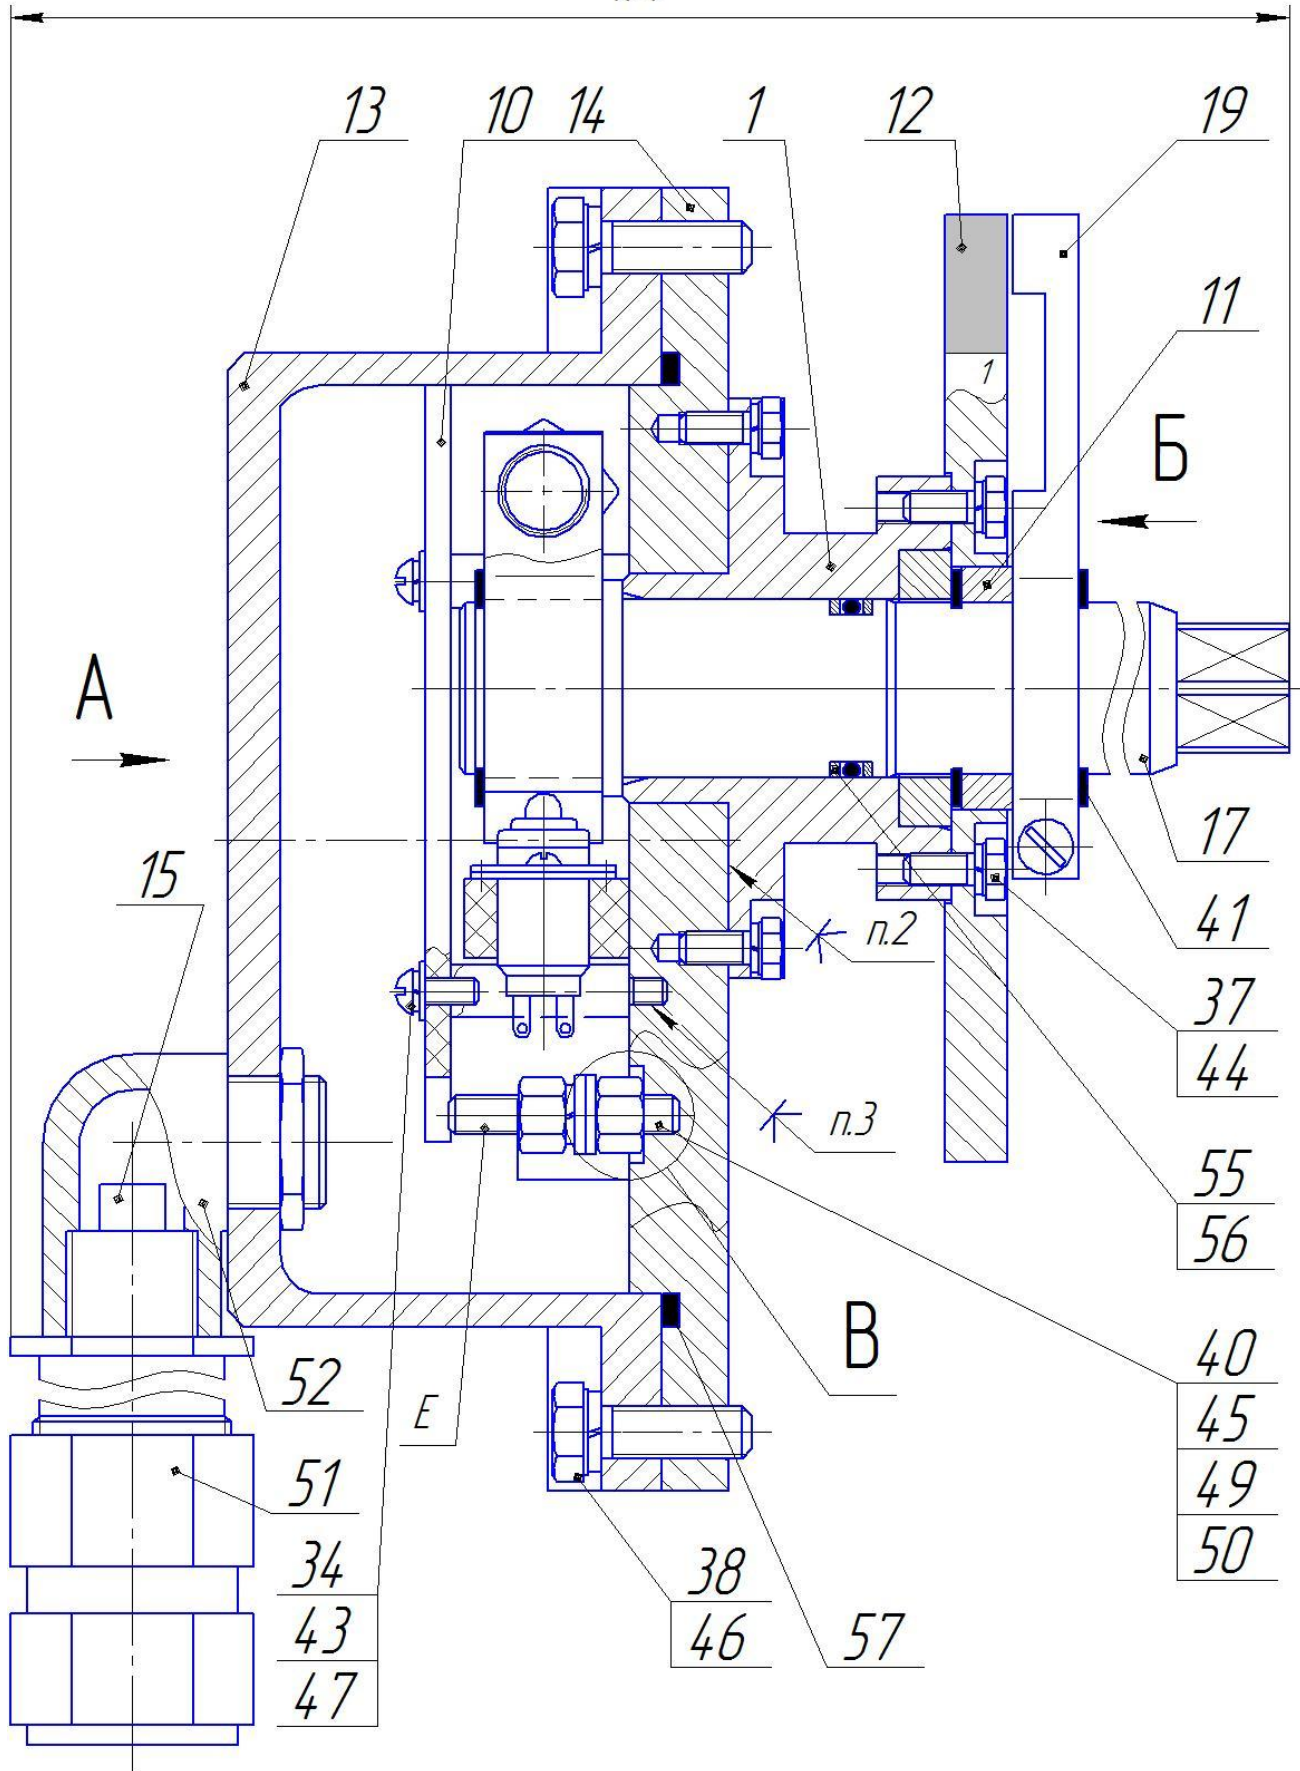
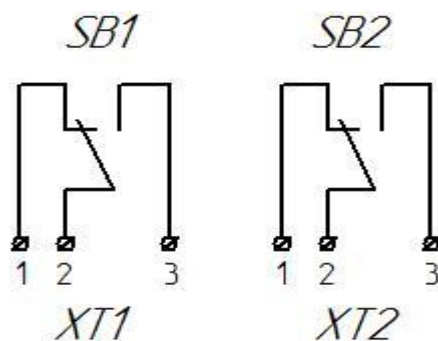

Рисунок 1.1 – Конструкция БКП
Рисунок 1.4 - Схема электрическая принципиальная БКП
1.7.1 После выполнения монтажа БКП пломбируется. Пломба устанавливается на проволоке, проходящей через отверстия в головках двух из шести болтов поз.38, крепящих крышку поз.13 (рисунок 1.1).
2.1.4 Монтаж сигнального кабеля производить в соответствии с рисунком 2.2, соединения производить руководствуясь схемой электрической принципиальной (рисунок 1.4) учитывая потребности потребителя. Заземляющий провод сигнального кабеля необходимо соединить с зажимом заземления Е (рисунок 1.1).
3.1.1 При профилактическом осмотре проводится проверка состояния средств, обеспечивающих взрывозащищенность (см. 2.2.2), целостность кольца уплотнительного поз.56 (рисунок 1.1).
3.2.1 Замену кольца уплотнительного поз.56 (рисунок 1.1) необходимо производить через каждые шесть лет эксплуатации. Кольцо уплотнительное входит в состав комплекта запасных частей.
3.3.1 Замену уплотнения ротора поз.54, 55 (рисунок 1.1) необходимо производить через каждые шесть лет эксплуатации.